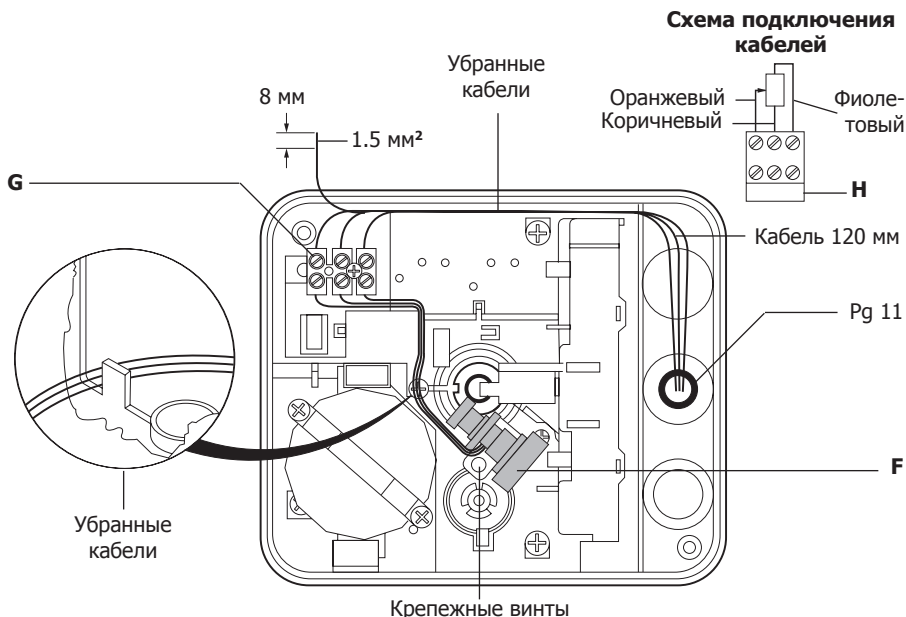

Рис. 14
1. Поверните потенциометр (F) до упора по часовой стрелке.
3. Установите и прикрутите потенциометр как это показано на рис. 14.
4. Блок (G) и зажим (H) поставляются вместе с потенциометром и также должны быть установлены.
6. Соедините кабели как это показано на рис. 14.